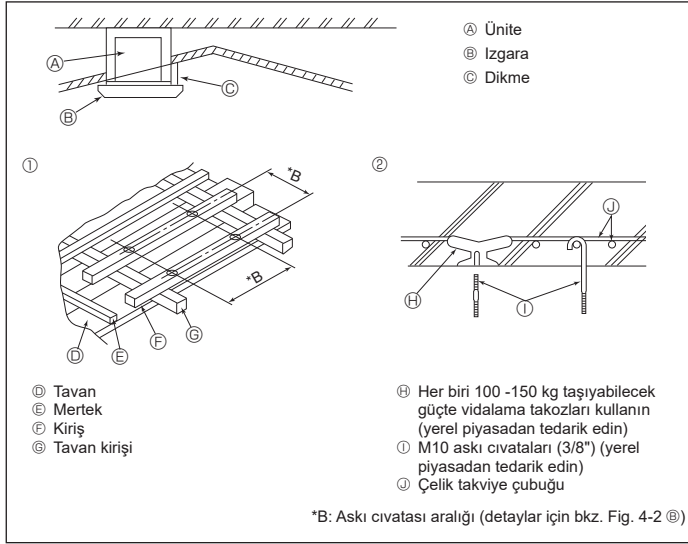

Fig. 4-4
4.4. Asma düzeninin yapısı (asılacağı yer güçlü bir yapı olmalıdır) (Fig. 4-4)